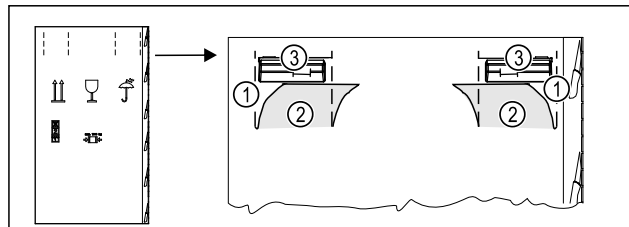

Fig. 6
- Vtlačte obalový karton nahoře na perforaci Fig. 6 (1).
- Vytáhněte vtlačené spojky Fig. 6 (2).
- Pravá a levá rukojeť Fig. 6 (3) je viditelná.
- Držte spotřebič za rukojeť Fig. 6 (3).